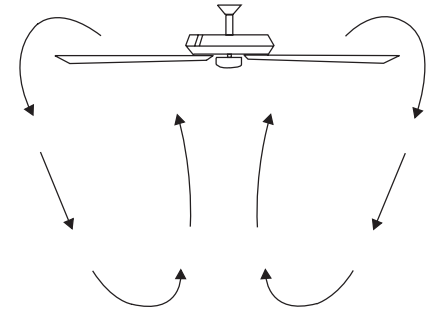

Figura 20
**Operación en clima frío:** Retroceso (en sentido de las agujas del reloj). Un flujo de aire ascendente mueve el aire caliente de las áreas del techo (Figura 20). Esto le permite configurar su unidad de calefacción en una configuración más fría sin afectar su comodidad general.